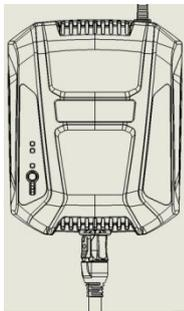

Fig.4
2. Insérez la fiche de la batterie dorsale dans la prise enfichable du chargeur (Fig. 4). Le chargeur communiquera avec la batterie pour évaluer l'état de la batterie.